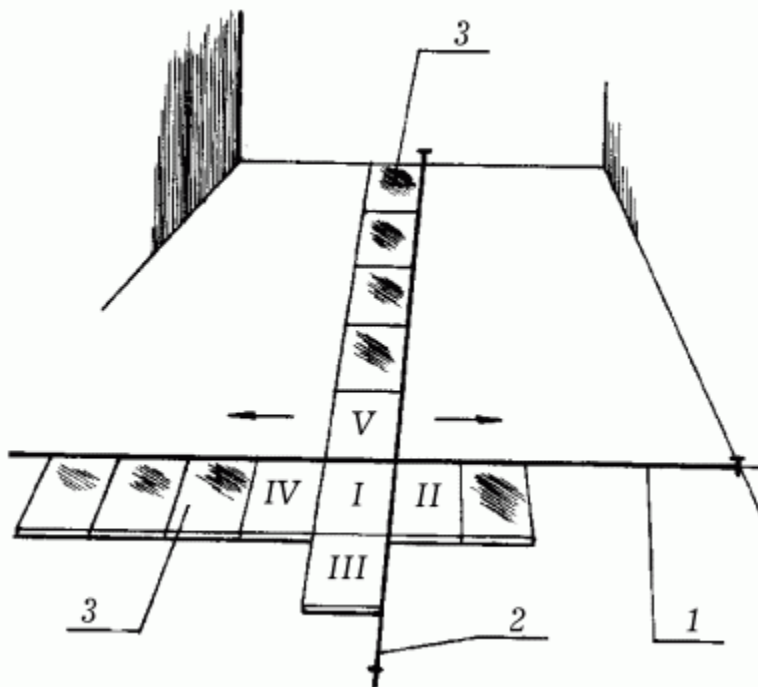

Рис. 54. Разбивка помещения под укладку плиток ПВХ: 1 – причальный шнур, натянутый по продольной оси помещения; 2 –
- разметка пола после высыхания грунтовочного слоя на продольную и поперечную оси помещения (рис. 54).